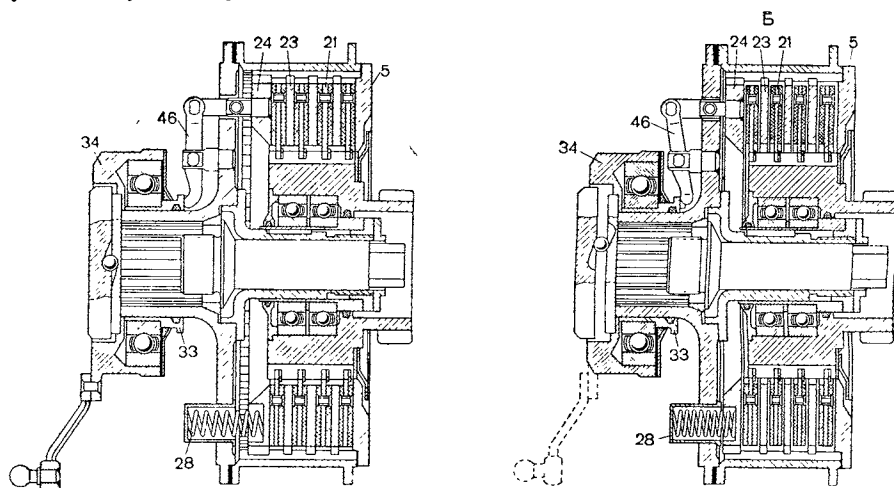

Рис. 145. Положение деталей при включенном и выключенном главном фрикционе:
**При включенном фрикционе** (рис. 145, А) ведущие и ведомые диски сжаты. Сжатие дисков обеспечивается пружинами 28, которые дают на нажимной диск 24 и тем самым прижимают пакет дисков к опорному диску 5.
Выключается главный фрикцион поворотом подвижной чашки 34 (рис. 145, Б). При этом зазоры между шариками и лунками механизма выключения выбираются, после чего шарики начинают перекапываться по наклонным поверхностям лунок, перемещая подвижную чашку в сторону коробки передач. Подвижная чашка через